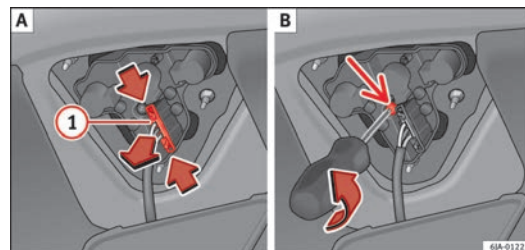

Fig. 169 Smontaggio del supporto lampade
- Accedere ai fanali scollegando il connettore ① ⇒ fig. 169 [A] e svitando il portalampada ⇒ fig. 169 [B]. Fare attenzione a non perdere la vite di fissaggio del portalampada.